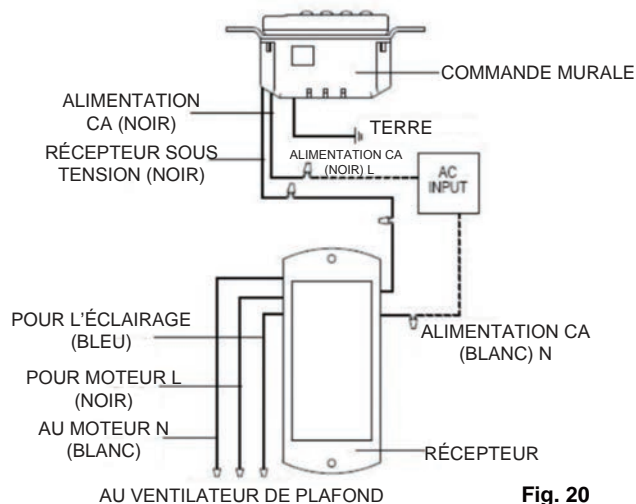

Fig. 20
**Étape 2.** Établissez les connexions électriques tel qu'indiqué sur la Fig. 20. Si votre boîte à prises est munie d'un fil de terre (vert ou cuivre nu), connectez le fil de terre de l'émetteur directement à l'une des vis de la boîte à prises. Sécurisez toutes les connexions de fils avec les connecteurs en plastique (fournis).